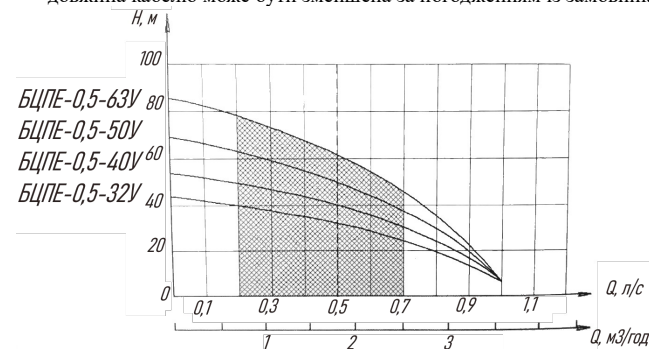

Рис. 2
- з'єднати електронасос за допомогою перехідників з напірним трубопроводом не менше 1 дюйма (див. Рис. 4) для забезпечення об'ємної подачі (див. Рис.2)